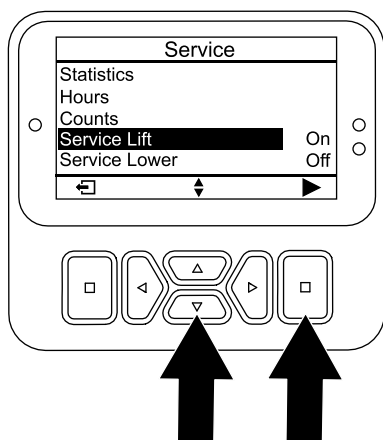

Figura 120
4. Prima o botão baixo até a opção SERVICE LIFT estar selecionada, depois prima o botão de seleção (Figura 120).